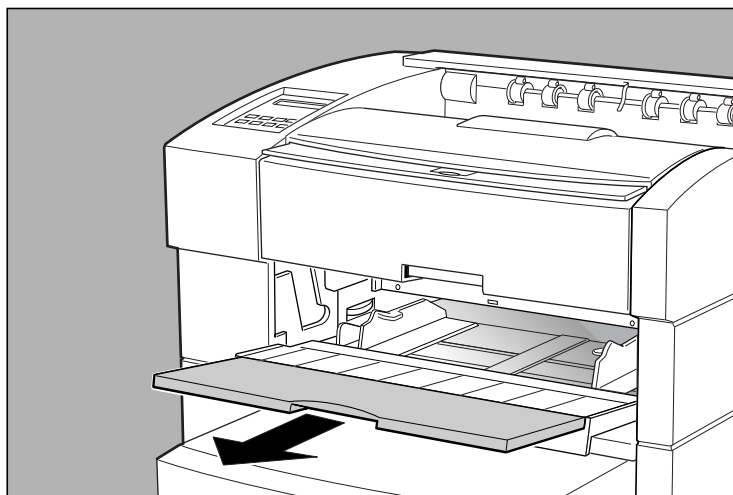

Fig. 2.23 Estrarre l'estensione del vassoio
2. Estrarre l'estensione del ripiano per i supporti con un formato superiore al formato lettera/A4 (fig. 2.23).